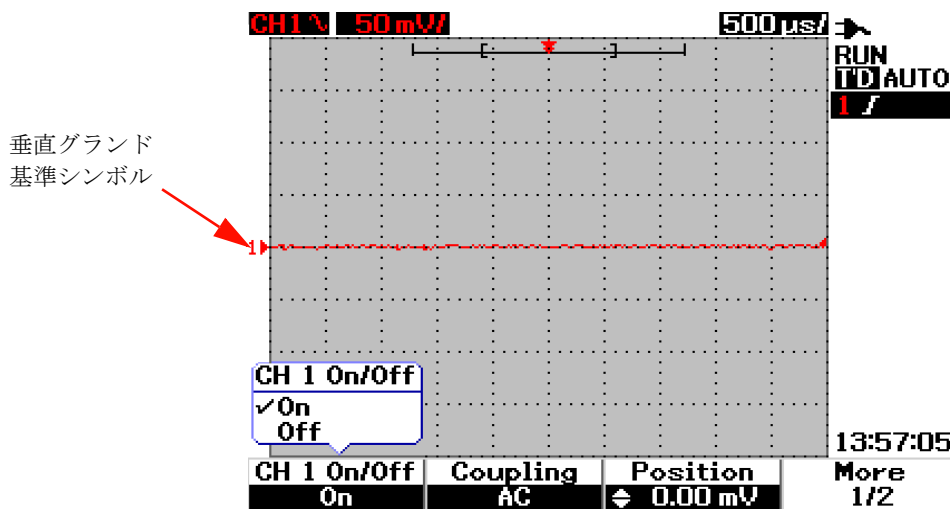

図3-2 OnまたはOffを選択して、波形表示をオン／オフします。
- 3 2つのチャンネルのサブメニューは似通っています。図 3-2 にチャンネル 1 の一般サブメニューを示します。チャンネル1の波形表示をオンにするには、F1を押してプルアップ・メニューを表示します。